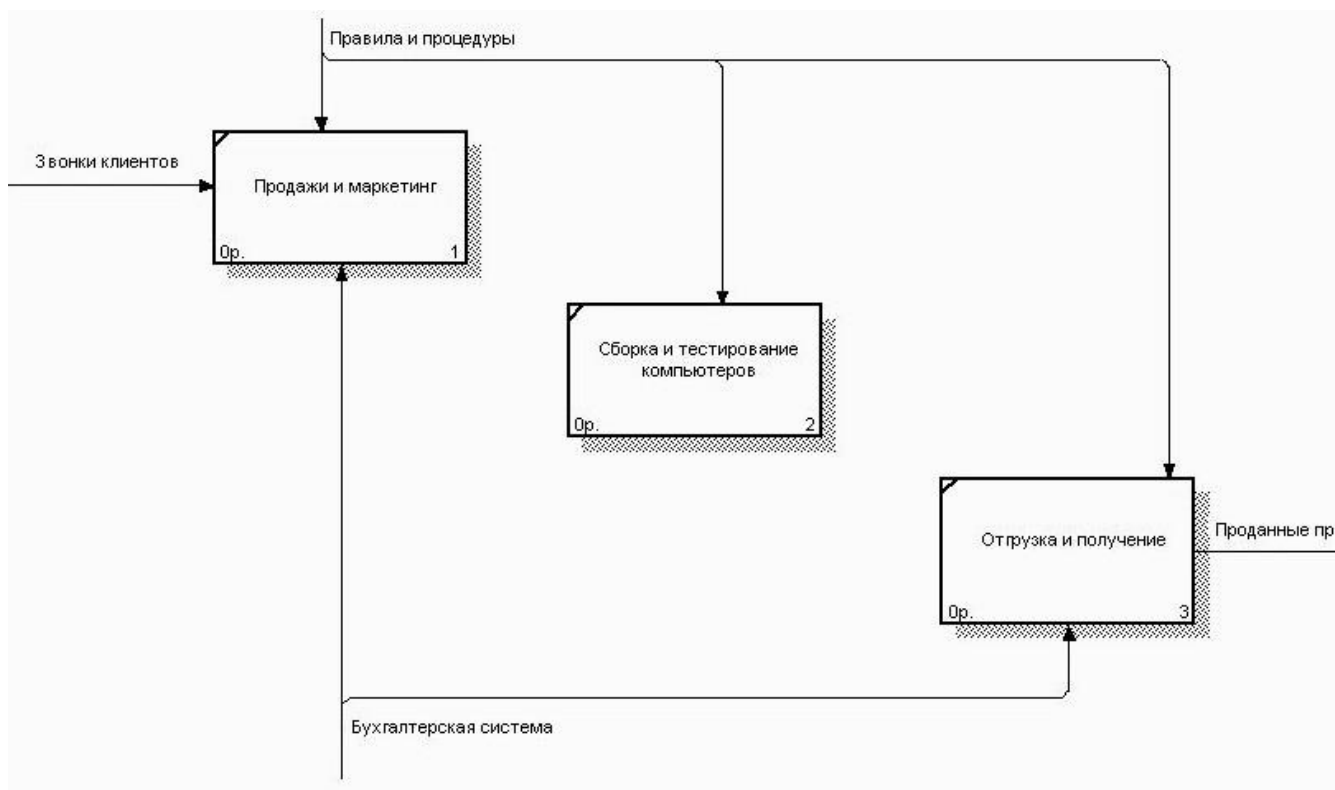

Рис.2.3. Связанные граничные стрелки на диаграмме A0
3. Перейдите в режим рисования стрелок. Свяжите граничные стрелки так, как показано на рис.2.3.